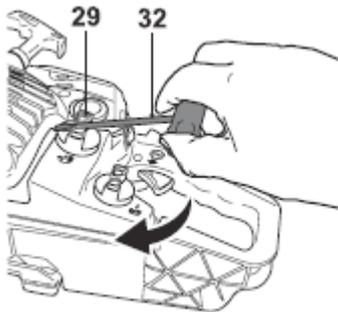

Fig. 18
- Essuyez les éclaboussures de carburant à l'aide d'un chiffon doux et réinstallez le bouchon du réservoir de carburant. (29).
- Après avoir rempli la machine avec le carburant, utiliser la clé combinaison (32) pour serrer le bouchon (29) de manière appropriée. (Fig. 18).